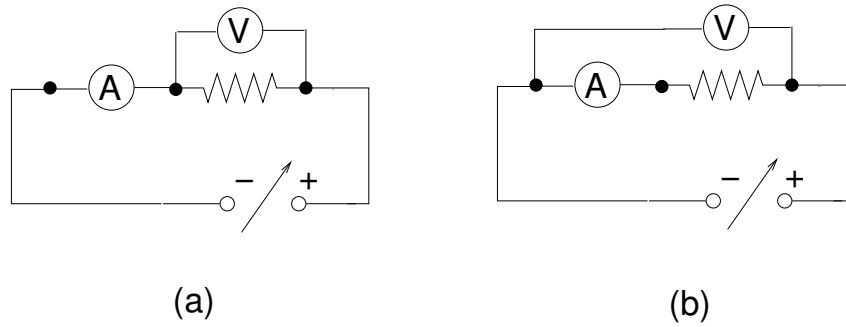

Figura 21: Nenhum destes circuitos mede, em rigor, a característica  $I - V$  da resistência. Porquê?
Mas existe um problema: qual dos circuitos da figura 21 devemos escolher?
- (a) Os dois circuitos da figura 21 estão representados de uma maneira simbólica. Começar por fazer uma esquema semi-realista dos mesmos circuitos.
Como se irá ver nesta experiência, a resistência interna do amperímetro é apenas de alguns Ohms, pelo que a resistência de  $100\ \Omega$  colocada no circuito da figura 21 torna-se necessária para limitar a corrente fornecida pela fonte. Ao contrário a resistência interna do voltímetro é elevada ( $\sim M\Omega$ ) e uma resistência de protecção não é necessária.
Voltemos agora ao circuito da figura 21.
- d) Se a resistência que se quer estudar tiver um valor semelhante ao da resistência interna do voltímetro, qual das montagens da figura 21 se deve escolher?
- e) E se a resistência tiver um valor parecido com o da resistência interna do amperímetro? Qual das montagens figura 21 deve ser usada?